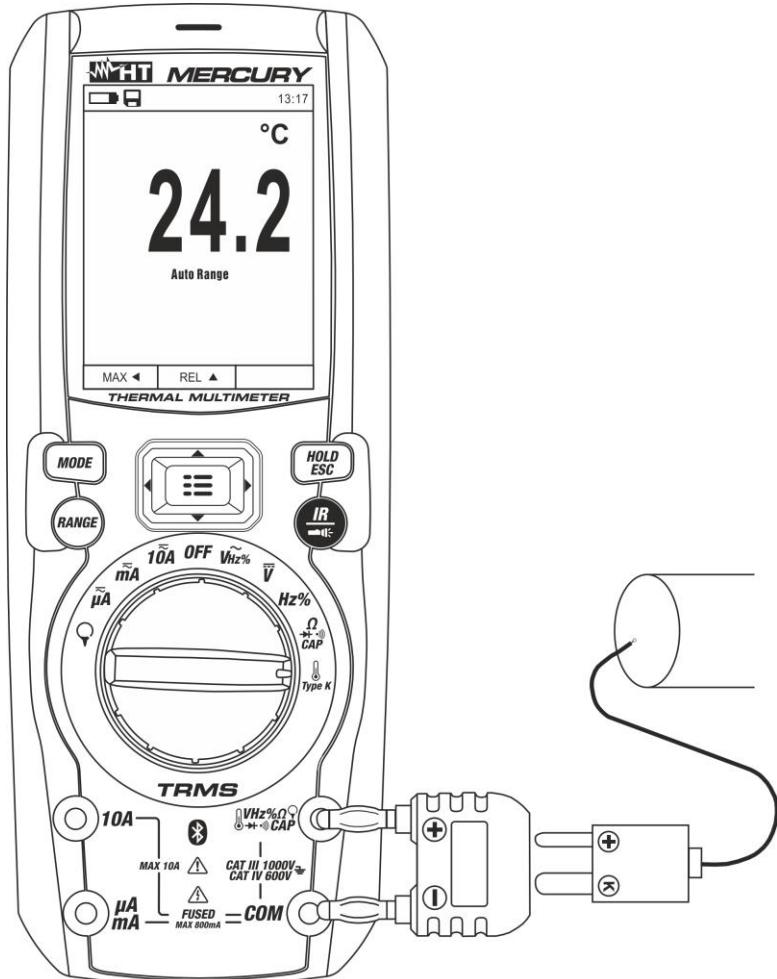

Fig. 27: Utilisation de l'instrument pour la mesure de la Température
3. Insérer l'adaptateur fourni dans les bornes d'entrée **VHz%CAPΩ►•** (polarité +) et **COM** (polarité -) (voir Fig. 27)